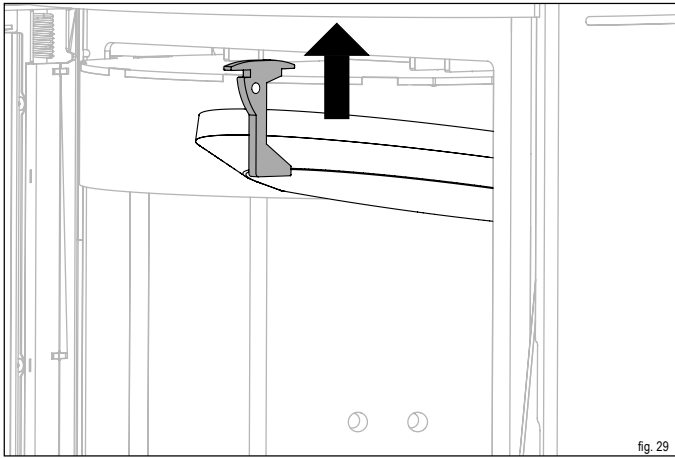

fig. 29
- ▶ Spingere in alto il supporto della pietra termica (fig. 29).